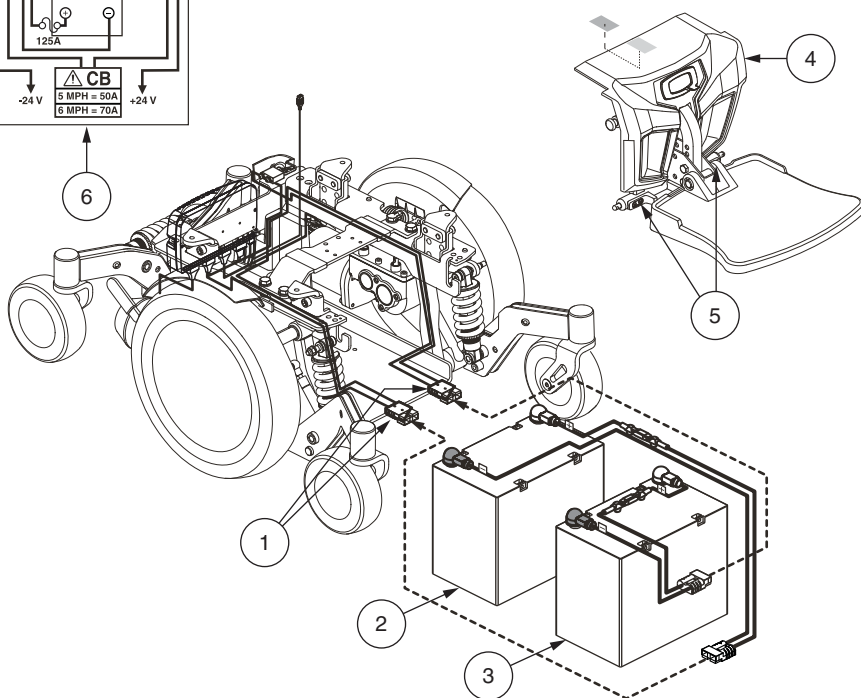

Figure 20. Installation des batteries
3. Retirez le capot avant en comprimant les poignées de détente (**voir la figure 20**) et en soulevant le plateau.
7. Installez le fil sur la batterie avant selon le diagramme de branchement. **Voir la figure 20.**
8. Installez le fil sur la batterie arrière selon le diagramme de branchement. **Voir la figure 20.**